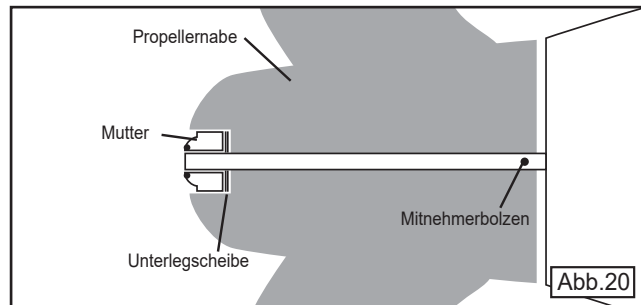

Abb.20
9. Setzen Sie Dichtungsring(e) und Muttern wieder ein und ziehen Sie diese mit dem Schraubenschlüssel fest an. Halten Sie gleichzeitig den Propeller fest um sicherzugehen, dass dieser fest angebracht ist. (siehe Abbildung 20).